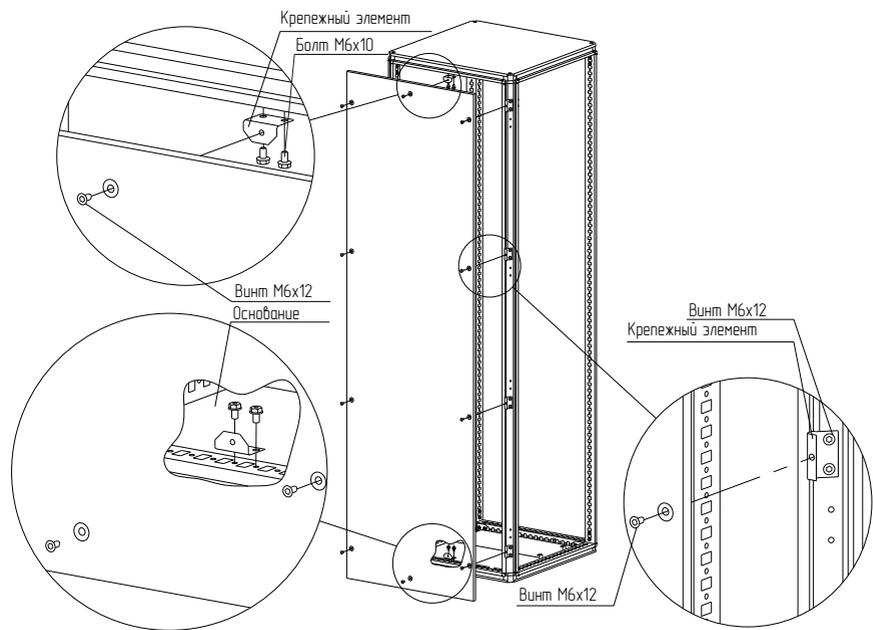

Рисунок 4
4.2.2 Закрепить восемь крепежных элементов на стойках каркаса (рисунок 4). Для крепления использовать винты М6х12. Момент затяжки – 7 Н·м.
4.2.4 Закрепить панель заднюю на крепёжных элементах винтами М6х12 (рисунок 4).